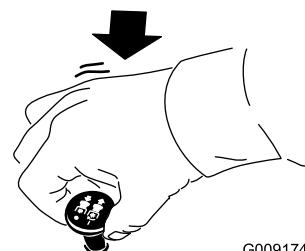

Figura 19
1. Desengrane las cuchillas moviendo el mando de control de las cuchillas a la posición de DESENGRANADO (Figura 19).